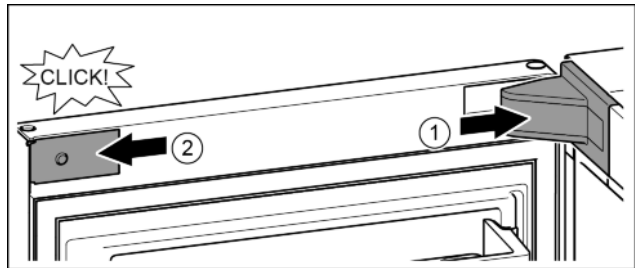

Fig. 22
- ▶ Поставете и фиксирайте капача на лагерната стойка, при нужда внимателно го натиснете настрани. Fig. 22 (1)
- ▶ Поставете странично капачката и я фиксирайте. Fig. 22 (2)